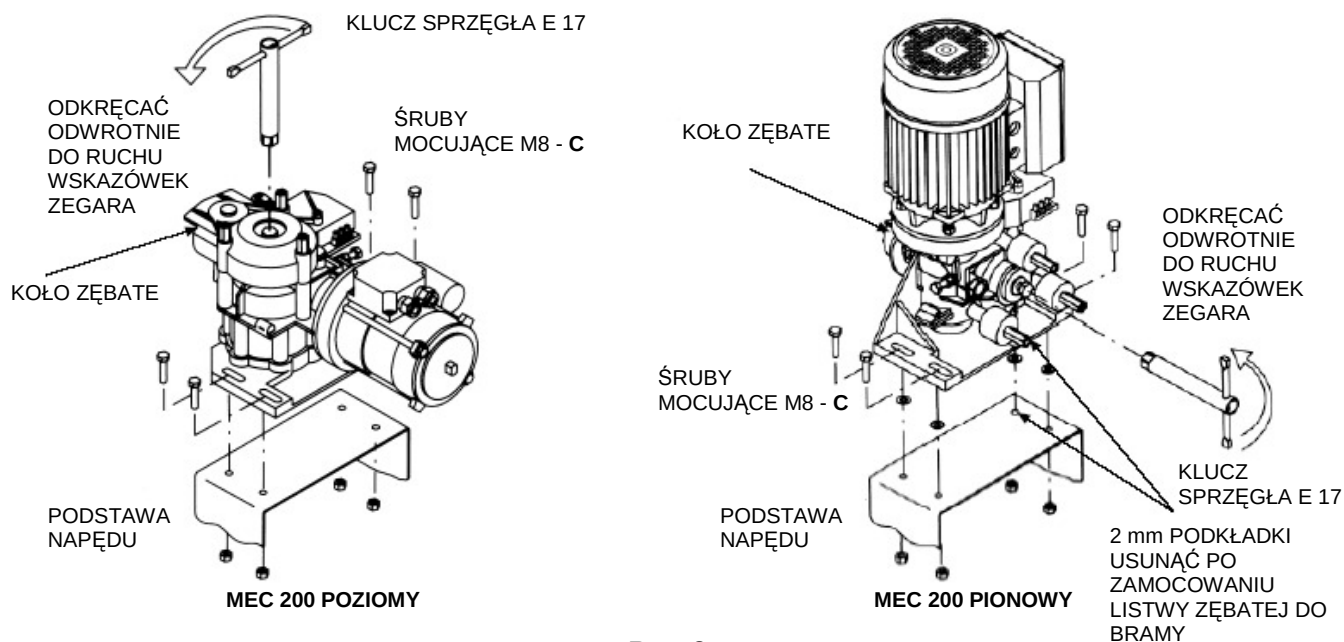

Rys. 2
- Usunąć **pokrywę** napędu MEC 200 luzując **trzy śruby A** i wyciągając pokrywę ku górze; tymczasowo przymocować napęd MEC 200 do **podstawy** za pomocą **czterech śrub B** (rys. 2).